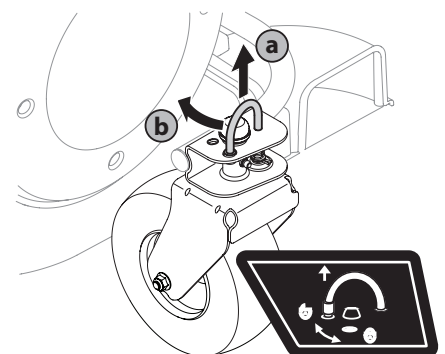

Figura 7
1. Para bloquear la rueda pivotante, levante el pasador de bloqueo y gírelo hacia atrás para ponerlo en el agujero más grande. Consulte la Figura 7.
2. Para desbloquear la rueda pivotante, levante el pasador de bloqueo y gírelo hacia delante para ponerlo en el agujero más pequeño. Consulte la Figura 7.